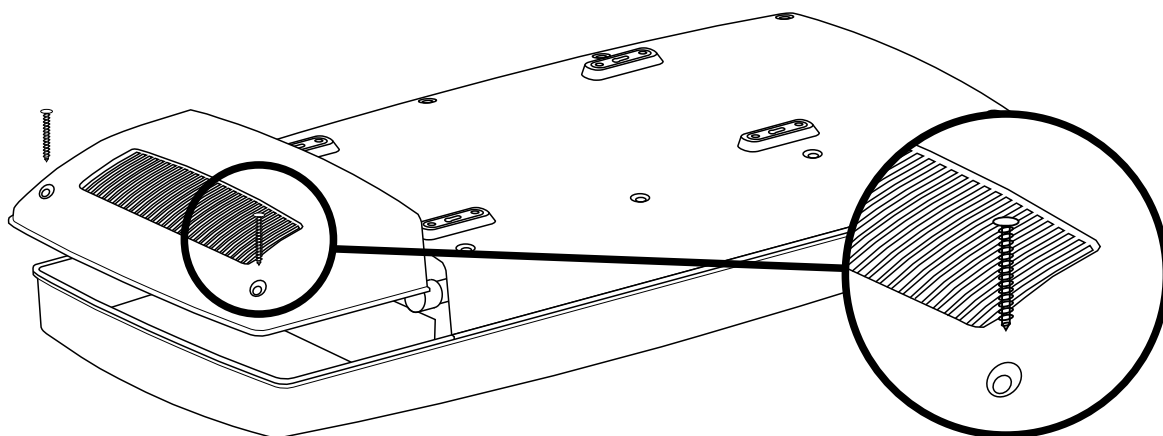

Рисунок 6
- вывернуть два винта соединяющие вставку панели с корпусом рециркулятора (рисунок 6);
- ввернуть два винта, соединяющие вставку панели с корпусом рециркулятора (рисунок 6)